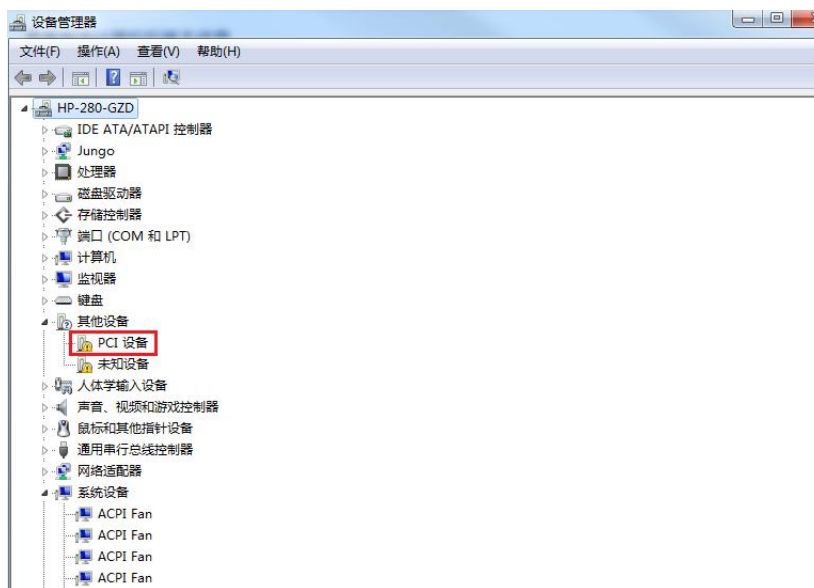
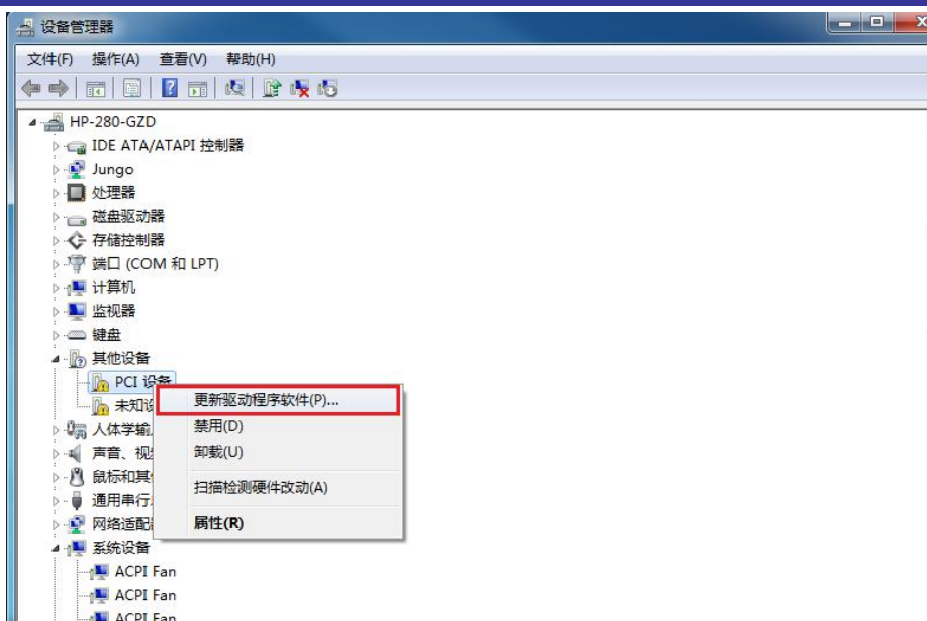

图 2-1 控制器驱动程序安装界面 1
图 2-2 控制器驱动程序安装界面 2
- (1) 在硬件安装好，启动计算机后，Windows 将自动检测到运动控制器，打开“设备管理器”，如图 2-1 控制器驱动程序安装界面 1 所示。
- (2) 将产品配套光盘放入光驱。如果没有配置光驱的工控电脑可以将光盘中的驱动程序先拷贝到电脑中（驱动程序在光盘中的路径为 \chinese\windows\Driver 或者 \english\windows\Driver）。
- (3) 在此将以光盘中的驱动程序拷贝到 C:\中为例进行说明。
- (4) 选中“PCI 设备”，点击鼠标右键。如图 2-1 控制器驱动程序安装界面 1 及图 2-2 控制器驱动程序安装界面 2 所示，点击“更新驱动程序软件(P)...”。